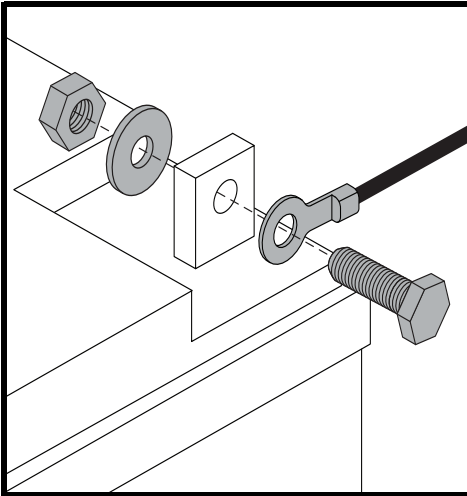

Figura 12. Bulloneria terminale batteria
4. Scollegare i cavi delle batterie dai terminali portando indietro gli involucri dei terminali e svitando il dado dal bullone. Vedere **figura 12**.